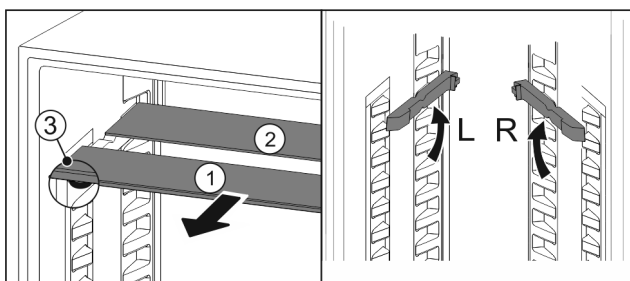

Fig. 198
- ▶ 将玻璃隔板逐个向前拉出 Fig. 198 (1)。
- ▶ 带装饰条的玻璃隔板 Fig. 198 (1) 在前。
- ▶ 阻挡装置 Fig. 198 (3) 指向下方。